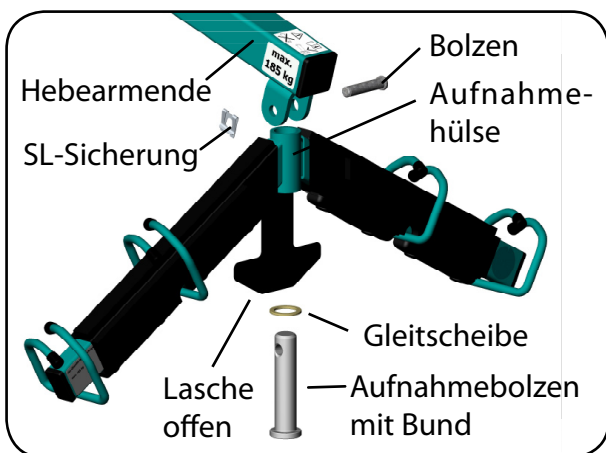

**Abb. 6.1.09 - Standmast aufgerichtet**
- Entfernen Sie den Kabelbinder, der als Transportsicherung den Hebearm am Standmast fixiert (Abbildung 6.1.09).
14. Entfernen Sie die Verpackung vom Hubantrieb und vom Hebearm (Abbildung 6.1.09).